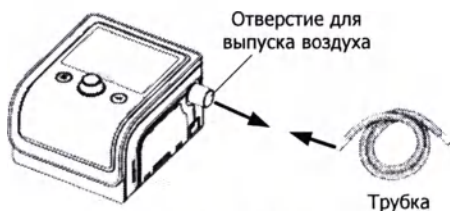
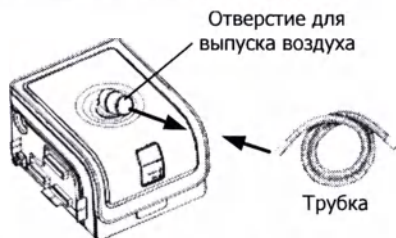

Рис. 11-4
Рис. 11-5
(1) Подсоедините один конец трубки вывода воздуха к основному устройству, как показано на Рис. 11-4. Если основное устройство используется с увлажнителем, подключите один конец трубки воздуха к выходу увлажнителя, как показано на Рис. 11-5.